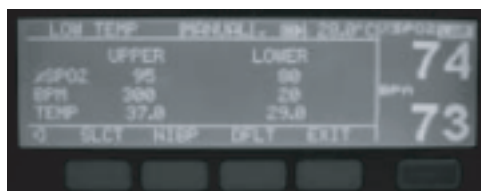

Figura 9: Configurando os Limites de Alarme para SpO_2 , BPM e Temperatura
- **Pressione** para visualizar os limites superiores e inferiores da $\text{SpO}_2\%$, BPM, TEMP. Veja Figura 9.